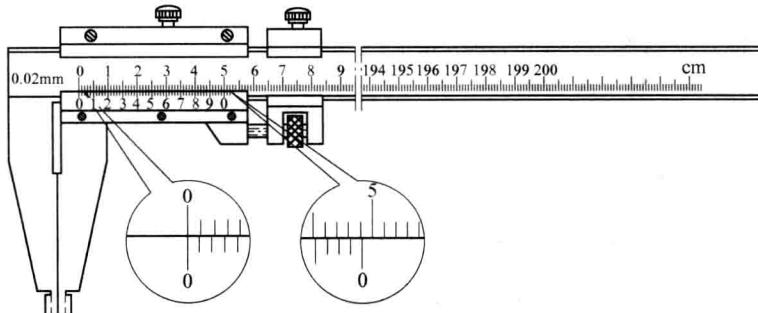

图 1-13 游标卡尺校对“0”位
① 用干净的布条或棉团(有必要时沾少许酒精)擦净两外测量爪的测量面。
② 推动游框，使外测量爪两测量面紧密接触后，观看游标尺的“0”刻线与主尺的“0”刻线是否对齐，游标尺的尾刻线(最末一根刻线)与主尺的相应刻线是否也对齐。如图1-13所示，若上述两处都对齐，说明“0”位准确，否则说明“0”位不准确。“0”位不准确的卡尺不能使用。